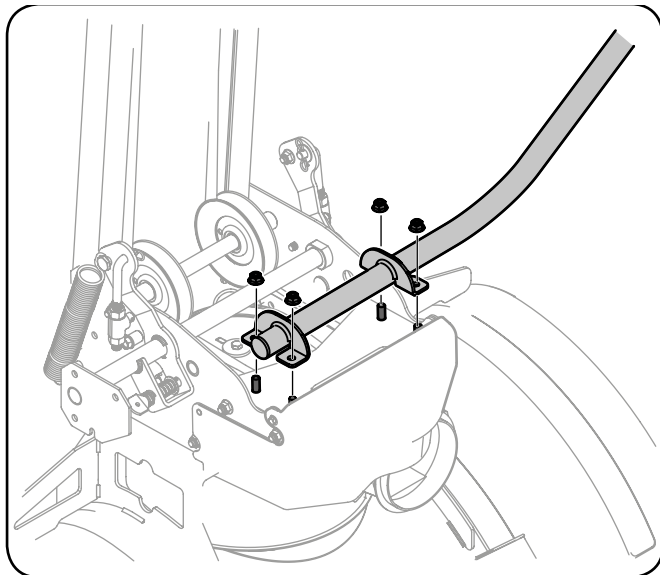

Рисунок 3-15
1. С помощью двух ключей на 9/16» (14 мм) притяните коленчатую рукоятку к корпусу шнека четырьмя фланцевыми гайками (см. рис. 3-15).